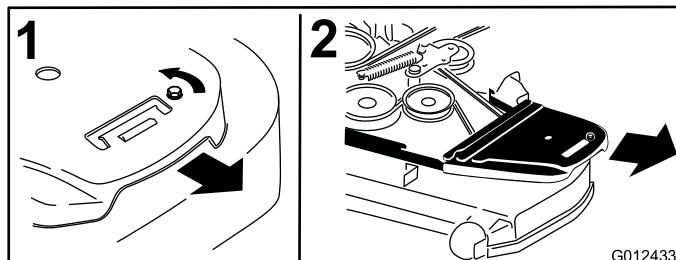

図 55
4. デッキからベルトカバーとベルトを取り外す(図 55)。